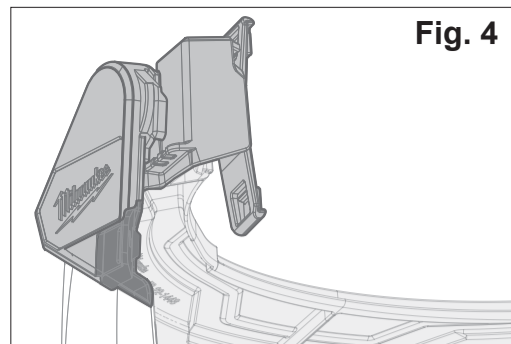

Fig. 4
- After the shield is installed, (Fig. 4) cycle the shield to the full up and full down positions twice to ensure all components are fully engaged. If the shield would dislodge and separate during this step, an error was made during the re-installation. Repeat the shield installation steps again. Ensure the proper position and full engagement of the shield leading edge where it seats in the pivot and cover components.
- Après avoir installé l'écran (Fig. 4) soulever et abaisser l'écran deux fois pour constater que tous les composants s'engagent bien. Si l'écran bouge et se sépare durant cette étape, ça veut dire qu'une erreur a été commise durant la réinstallation. Répéter les étapes d'installation de l'écran à nouveau. Veuillez s'assurer que le bord guide de l'écran est dans la position correcte et leurs pièces s'engagent bien lorsqu'il se pose sur le pivot et les composants du couvercle.